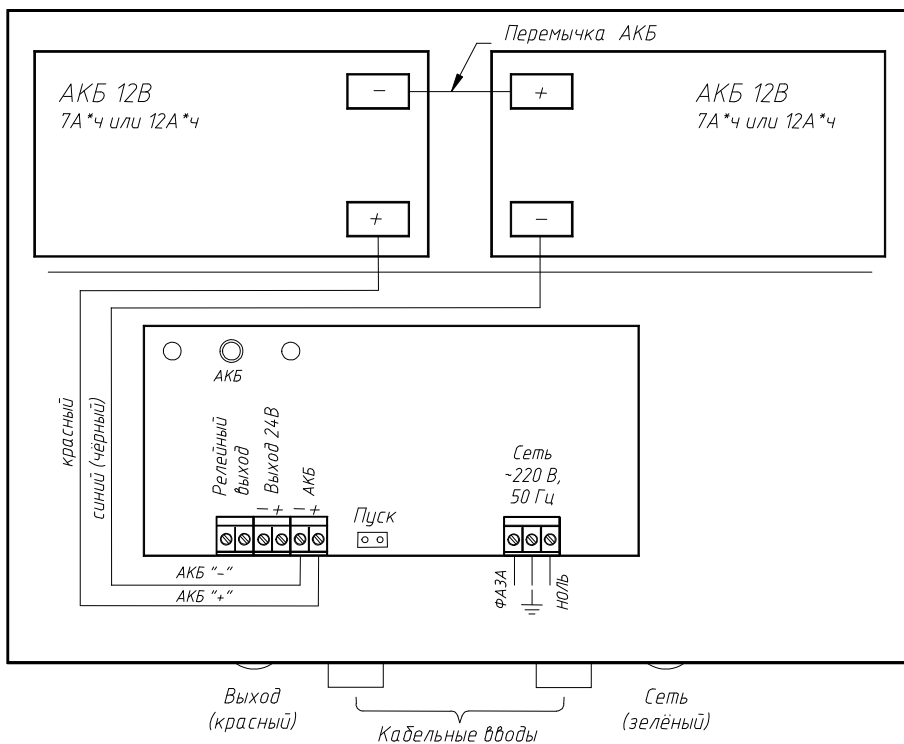

Рисунок 1. Вид источника с открытой крышкой (схема подключения)
**При открытой крышке** (см. рисунок 1 Приложения) осуществляется доступ к печатной плате, имеющей в своём составе светодиоды «СЕТЬ», «ВЫХОД», «АКБ»; колодки «Сеть», «АКБ», «Выход 24В», «Релейный выход» и пару контактов «Пуск».
**В верхней части корпуса** источника предусмотрено пространство для размещения батареи из двух аккумуляторов (см. рисунок 1 Приложения) или двух термостатов.
**Нагрузка и внешние устройства подключаются** к клеммам «Выход 24В». Подключение нагрузки следует производить в соответствии с полярностью (см. рисунок 1 Приложения).
**Подключение к источнику внешних цепей производится при отключенном сетевом напряжении и открытой крышке** (см. рисунок 1 Приложения) в следующей последовательности: